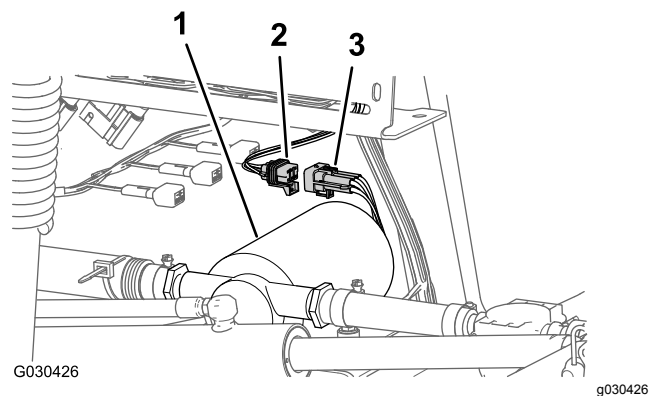

図 6
2. 後メインハーネスの6ソケットコネクタから、すずぎポンプハーネスの6ピンコネクタを外す 図 6。